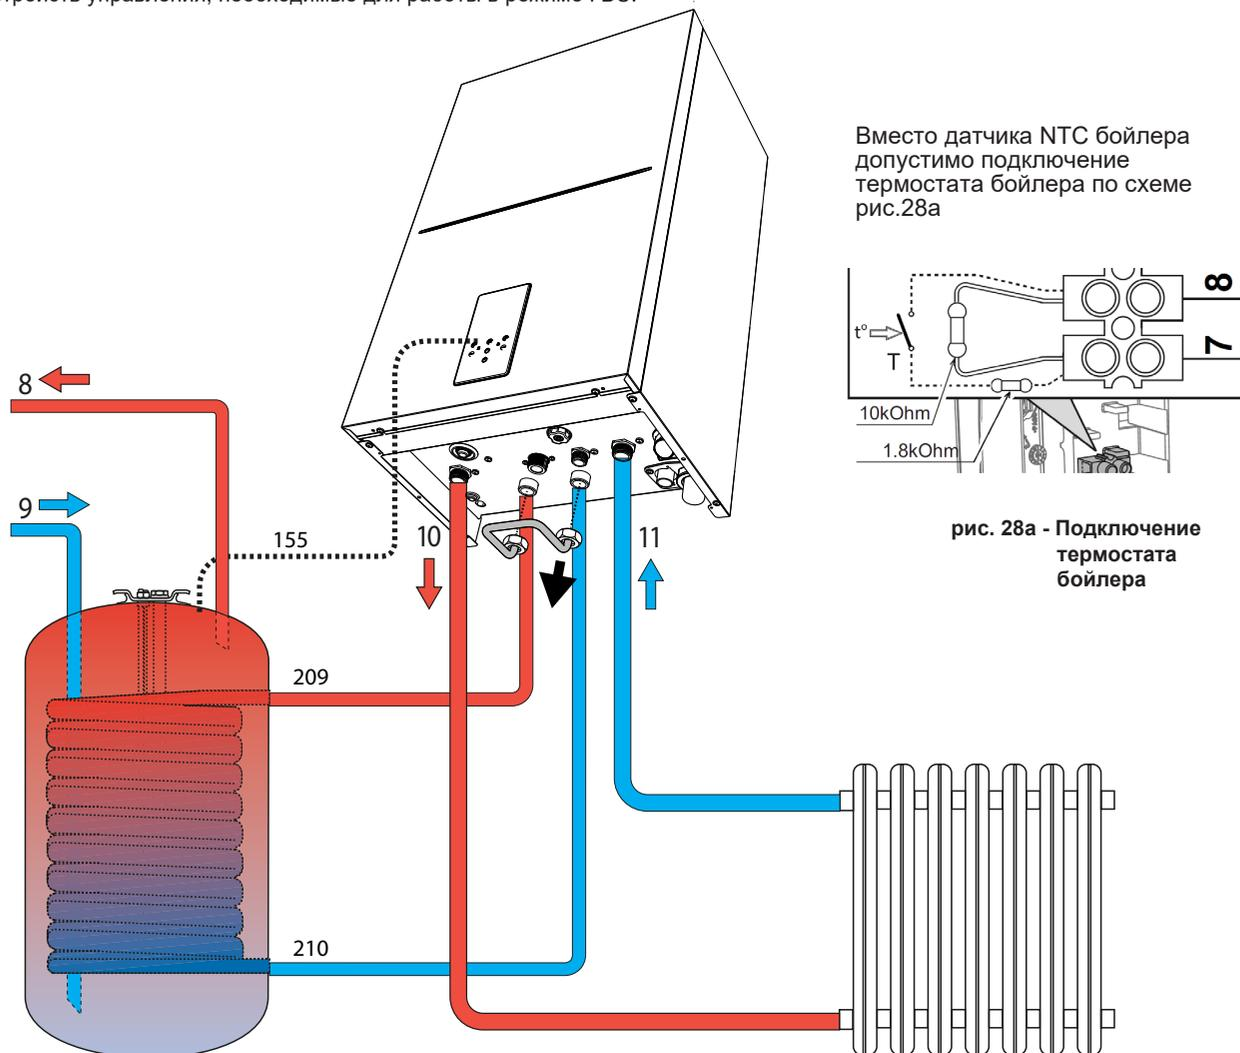
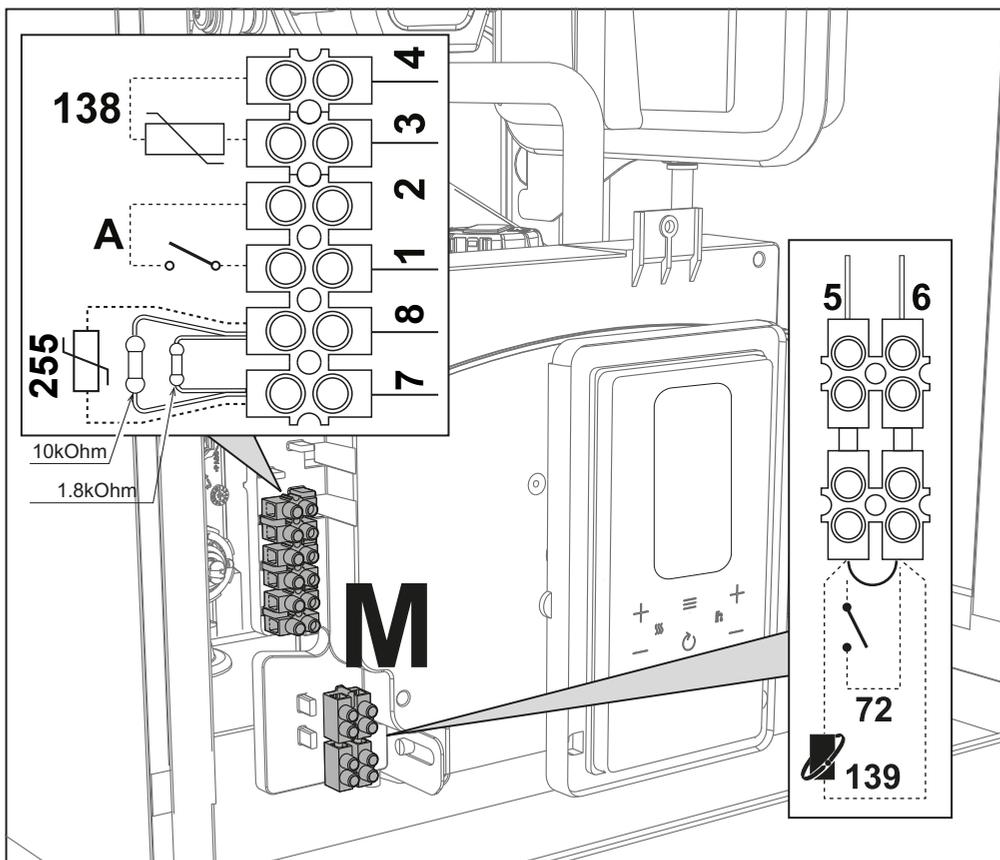
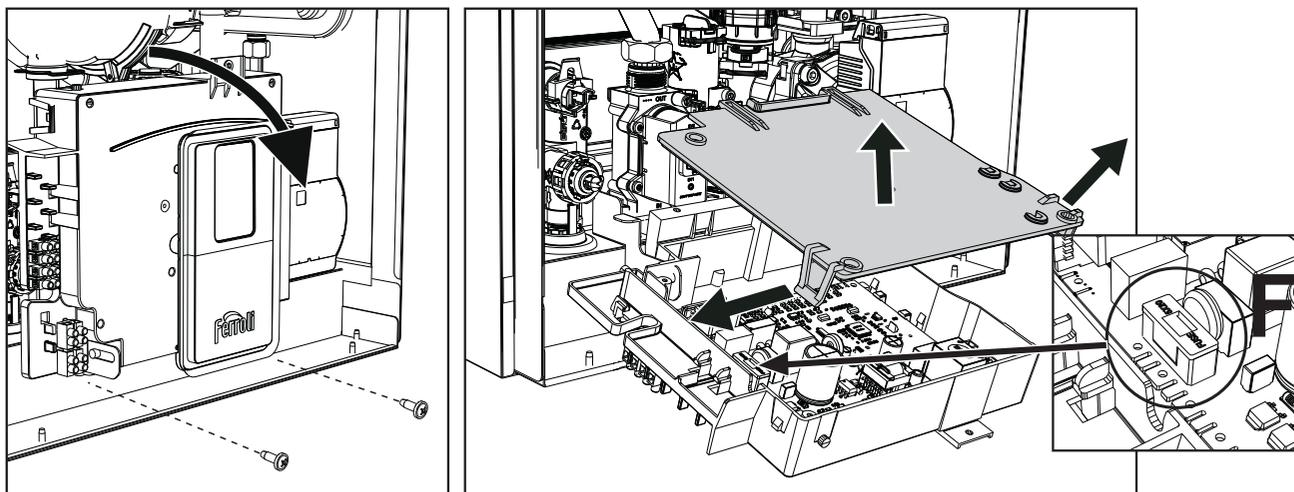

рис. 28- Схема соединений с внешним бойлером
рис. 29
рис. 30
Электронная плата котла предназначена также для управления внешним бойлером для производства воды ГВС. Соединения труб системы отопления и ГВС должны быть выполнены в соответствии со схемой рис. 28. Выполните электрические подключения в соответствии с электрической схемой на рис. 77. Для этой цели необходимо использовать датчик температуры воды в бойлере (код 1KWMA11W (2м) или 043005XO (5м)), подключив его к клеммам 7-8 соединительной колодки котла **ВМЕСТО** двух резисторов (рис.29). При следующем включении агрегата система управления опознает датчик бойлера и автоматически настраивается на работу с ним, вызывая активацию дисплея и устройств управления, необходимые для работы в режиме ГВС.
После снятия передней панели ("Открытие передней панели" на стр. 44) можно получить доступ к клеммным колодкам (M) и предохранителю (F), следуя инструкциям, описанным ниже (рис. 29 и рис. 30). Клеммы, указанные на рис. 29, должны иметь чистые контакты (не 230 В). Расположение зажимов и их назначение показаны также на электрической схеме на рис. 77.
Конфигурация выключателя ON/OFF (А рис. 29)